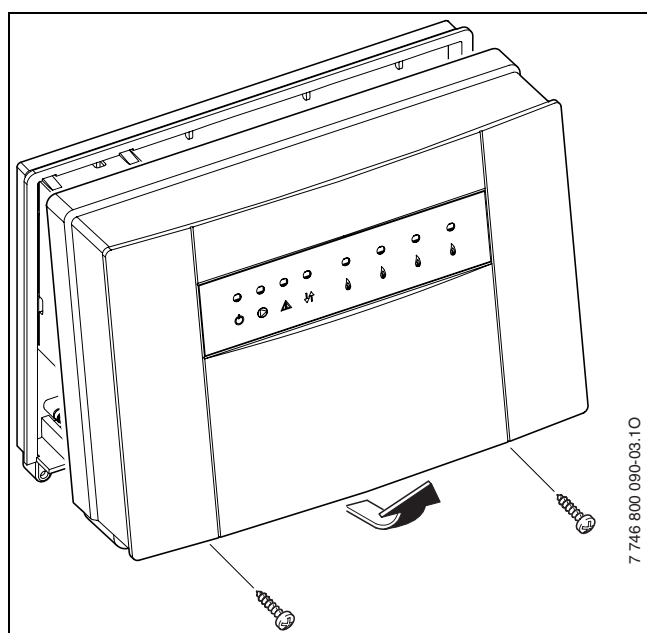

Fig. 7 Retirar a tampa
- ▶ Soltar 2 parafusos em baixo no módulo MCM10, puxar a tampa em baixo para a frente e retirar para cima (→ fig. 7).
- ▶ Abrir a caixa do módulo condutor MCM10 (→ fig. 7, página 46).